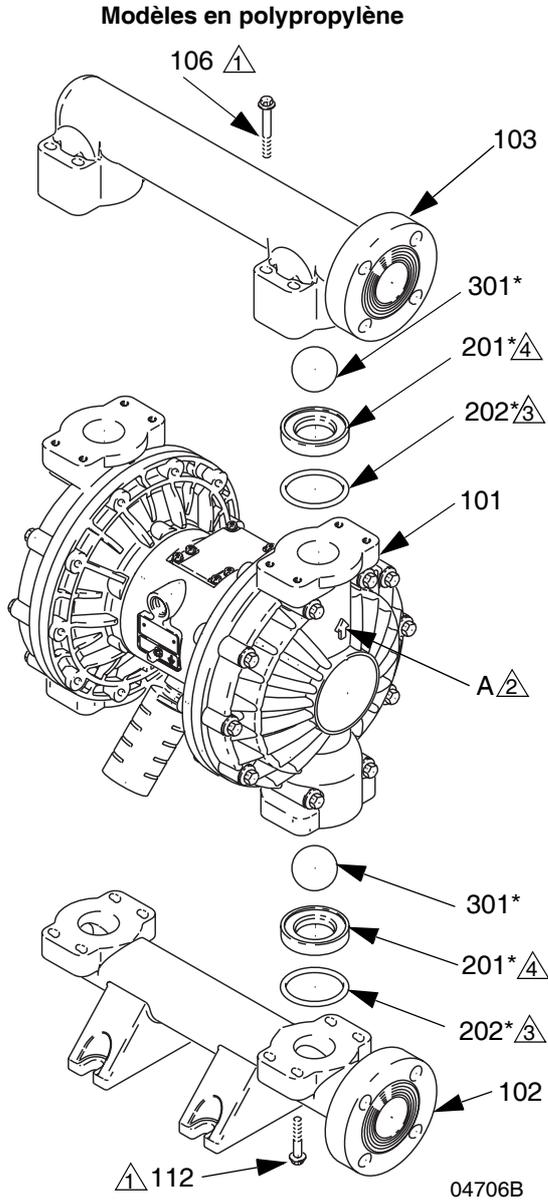

FIG. 12
2. Remontez dans l'ordre inverse, en suivant toutes les remarques de la FIG. 11 (modèles en aluminium) ou FIG. 12 (modèles en polypropylène). Assurez-vous que les clapets anti-retour à bille sont montés **exactement** comme indiqué. Les flèches (A) sur les capots à fluide (101) **doivent** être orientées vers le collecteur de sortie (103).
4. Appliquez un adhésif frein-filet de force moyenne (bleu) sur les filetages des plateaux côté fluide (105). Maintenez l'un des plateaux extérieurs (105) à l'aide d'une clé et serrez l'autre plateau extérieur à un couple de 27 et 34 N•m (20 à 25 pi.-lb) à 100 tr/mn maximum. Ne dépassez jamais le couple de serrage.
5. Alignez les capots à fluide (101) et le boîtier central (1) de sorte que les flèches (A) sur les capots soient orientées dans la même direction que la vanne d'air (B). Fixez les capots avec les vis (107 et 108) et serrez à la main. Installez les plus longues vis (108) dans les orifices en haut et en bas des capots. Voir FIG. 12.
6. Serrez d'abord les plus longues vis (108), à l'opposé et de manière uniforme, à un couple de 21 à 25 N•m (190 à 220 po-lb), à l'aide d'une clé à douille de 13 mm. Serrez ensuite au couple les vis plus courtes (107). Voir **Séquence de serrage** à la page 29.